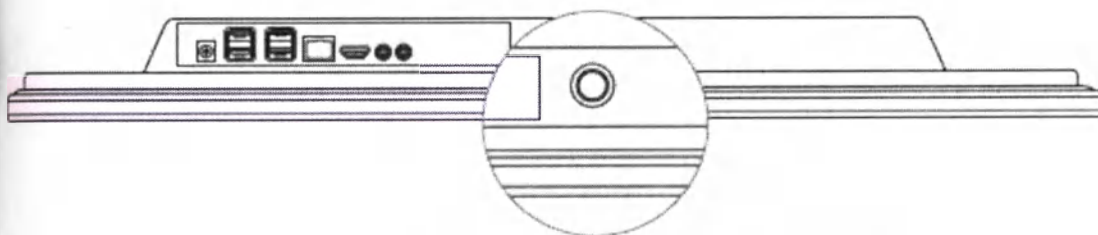

Рис. 10. Кнопка «Вкл/выкл»
1. Нажмите кнопку  см. Рис.10, индикатор питания станет синим.